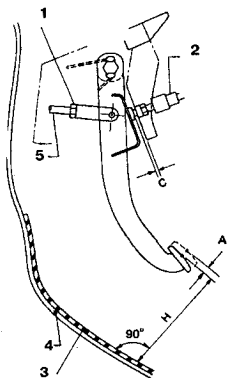

Рис. 9.27 Регулировка педали тормоза (См. Раздел 17)
5. Измерьте расстояние *H* от верхней поверхности накладки на педали до панели пола, как показано на Рис. 9.27.